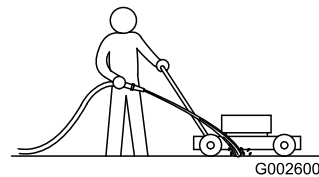

Bild 29
3. Lassen Sie den Motor bei eingekuppeltem Messer laufen und sprühen Sie Wasser vor das **rechte** Hinterrad (Bild 29).